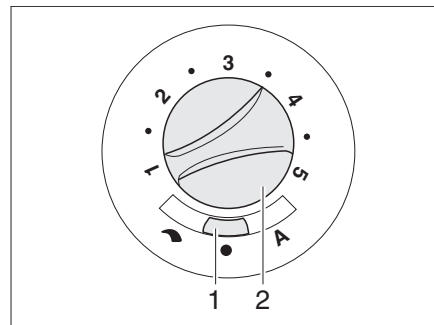

Bild 103 Bedienschalter für Umluftgebläse (12 V)
- Den Schiebeschalter (Bild 103,1) auf "Handregelung" oder "A" (Automatikbetrieb) stellen.
- Wenn am Schiebeschalter (Bild 103,1) "Handregelung" eingestellt ist: Mit dem Drehknopf (Bild 103,2) die gewünschte Leistung des Umluftgebläses einstellen.
- Den Schiebeschalter (Bild 103,1) auf "●" (Aus) stellen. Bei Heizbetrieb ist diese Schalterstellung außer Funktion.